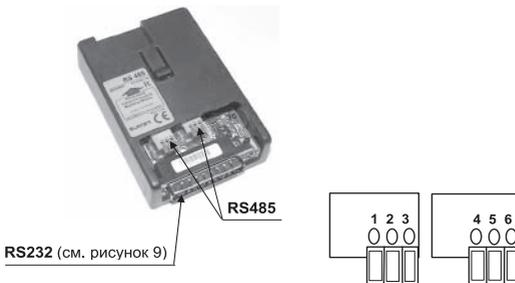

Рисунок 9
• **Модуль интерфейса RS232 (“S”)** (см. рисунок 9)
RS232 (см. рисунок 9)